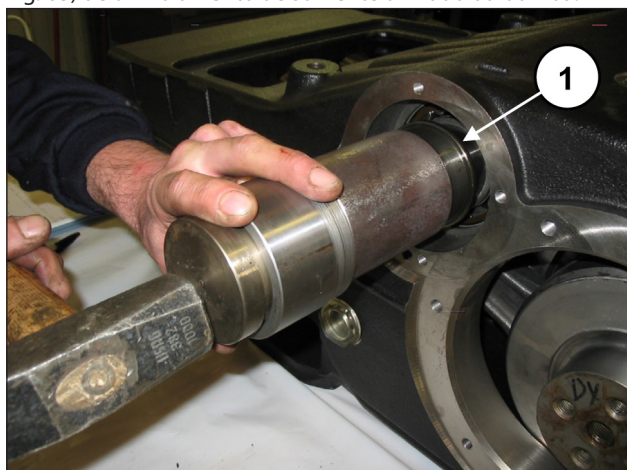
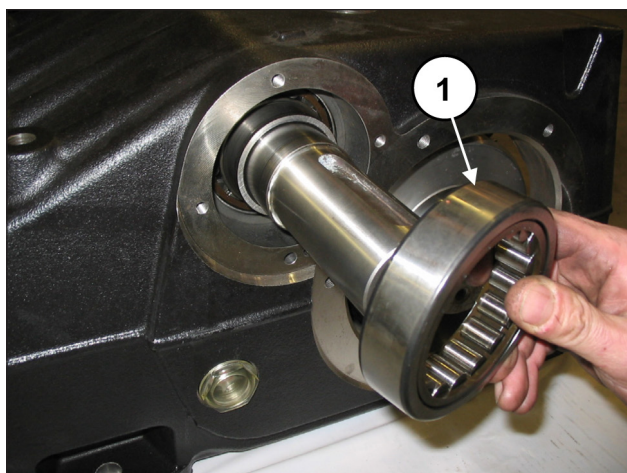

Fig. 62
Fig. 63
Insira o anel interno (pos. ①, Fig. 62), e o anel externo (pos. ①, Fig. 63) de um rolamento de somente um lado da bomba.
Insira o anel interno (pos. ①, Fig. 62), e o anel externo (pos. ①, Fig. 63) do último rolamento.